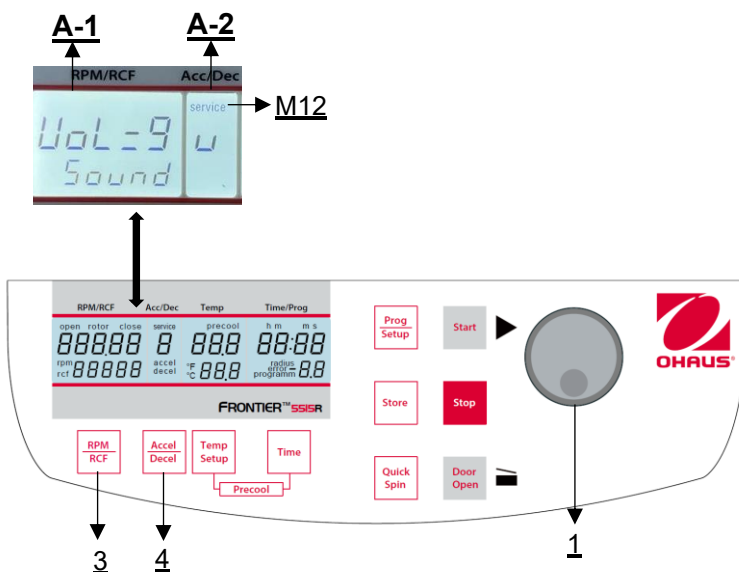

Abbildung 32
Gehen Sie wie unter Punkt 4.1.1 beschrieben vor, um in diesen Programmmodus zu gelangen und drücken Sie dann die Taste **"Accel/Decel"** (4). In der Anzeige **"Acc/Dec"** (A-2) blinkt das Wort **"Service"** (M12). Wählen Sie nun mit dem Drehknopf (1) den Buchstaben **"U"**. Daraufhin erscheint in der Anzeige **"RPM | RCF"** (A-1) der Text **"Vol=9/Sound"**. Nach Drücken der Taste **"RPM | RCF"** (3) können Sie mit dem Drehknopf (1) die gewünschte Lautstärke zwischen 0 (leise) und 9 (laut) einstellen (**siehe Abbildung 32**).